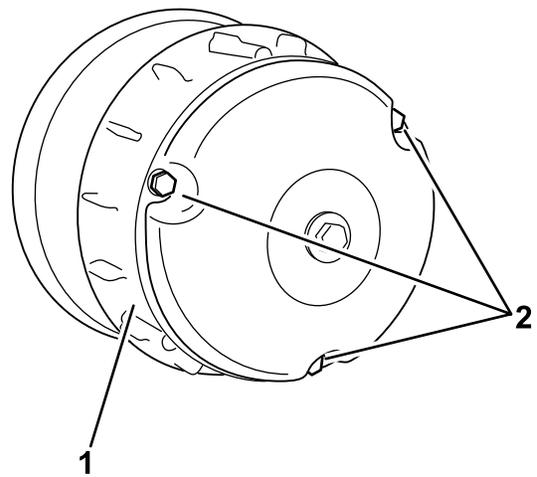

Figura 66
4. Instale la cubierta del embrague, fijándola con los 3 pernos (Figura 66) que retiró en 2.
2. Retire los 3 pernos que sujetan la cubierta al embrague, y retire la cubierta (Figura 66).